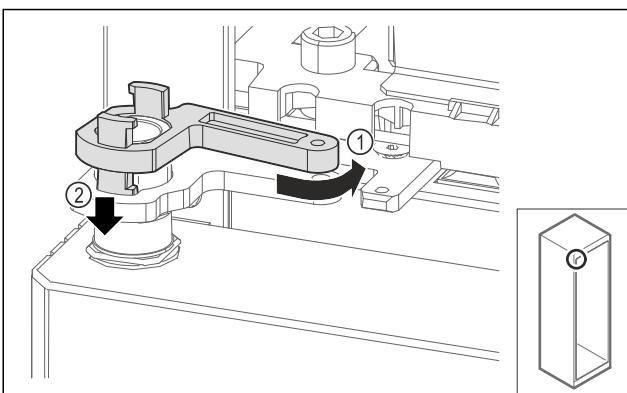

Fig. 71
► Злегка поверніть механізм блокування опорного кронштейна назад *Fig. 71 (1)*, притисніть униз *Fig. 71 (2)* і заблокуйте в кутику петлі.